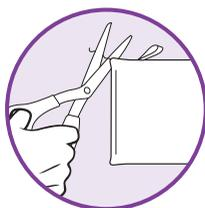

fig.28
- 2 S'il y a des fils libres sur le linge de nettoyage en microfibre, coupez-les soigneusement avec des ciseaux. Ne les tirez pas et ne les coupez pas à la base. (fig. 28)